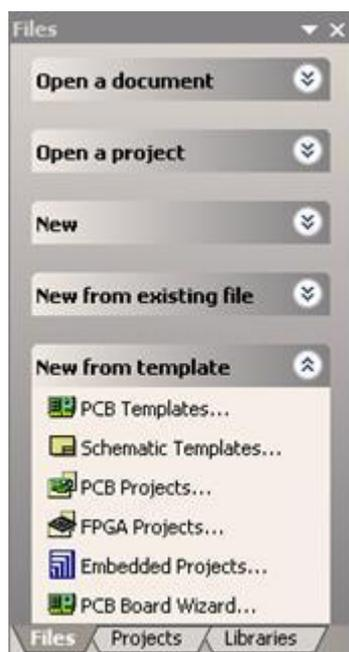

图 5 — 18 PCB Board Wizard 选项
(2) 单击 Next 按钮，出现如图 5 — 20 所示界面，要求对 PCB 板进行度量单位设置。